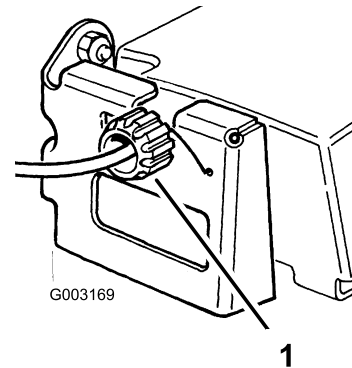

Figura 30
2. Gire el mando de control en el sentido de las agujas del reloj 1/2 vuelta si la máquina no avanza. Si la máquina avanza lentamente, gire el mando 1/2 vuelta en sentido antihorario para aflojar la correa (Figura 30).